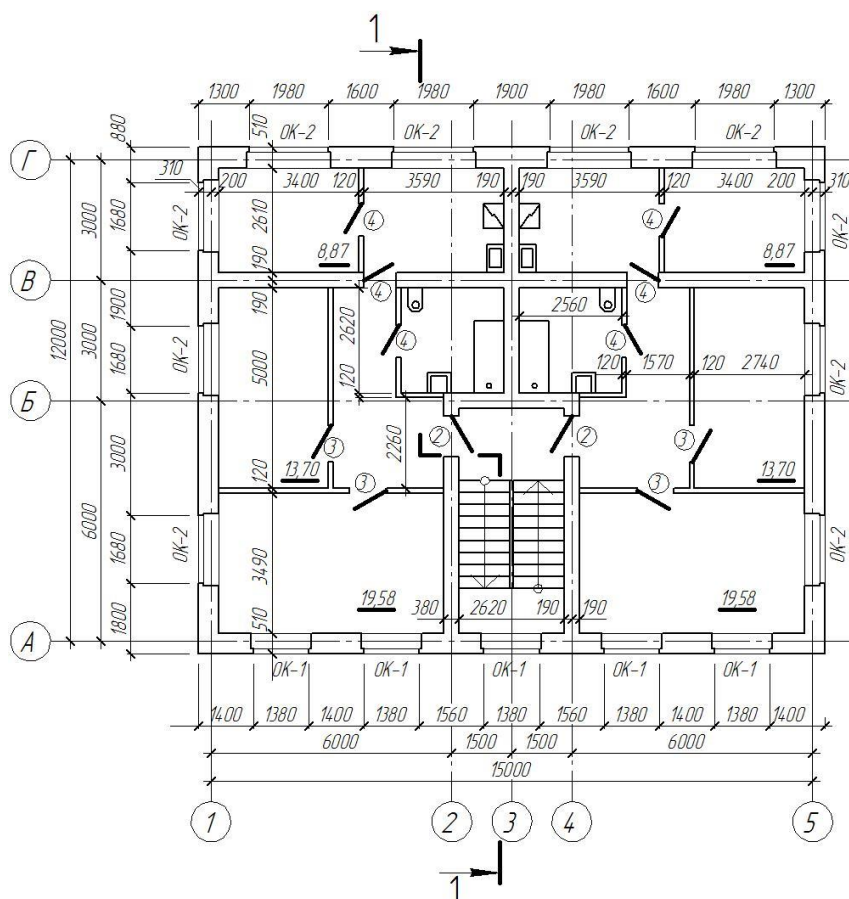

Рисунок 10 – Пример оформления плана этажа
1.10. Пример оформления чертежа плана жилого дома представлен на рис. 10.